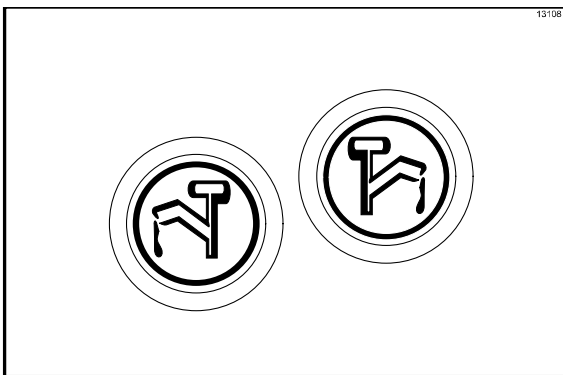

Figure 63
1. Mettre les éléments de chauffe de la garniture à l'arrêt en appuyant sur les symboles des éléments de chauffe ⚡ ⚡. Les symboles ne s'allument pas lorsque les éléments de chauffe sont éteints (Cf. Figure 63).